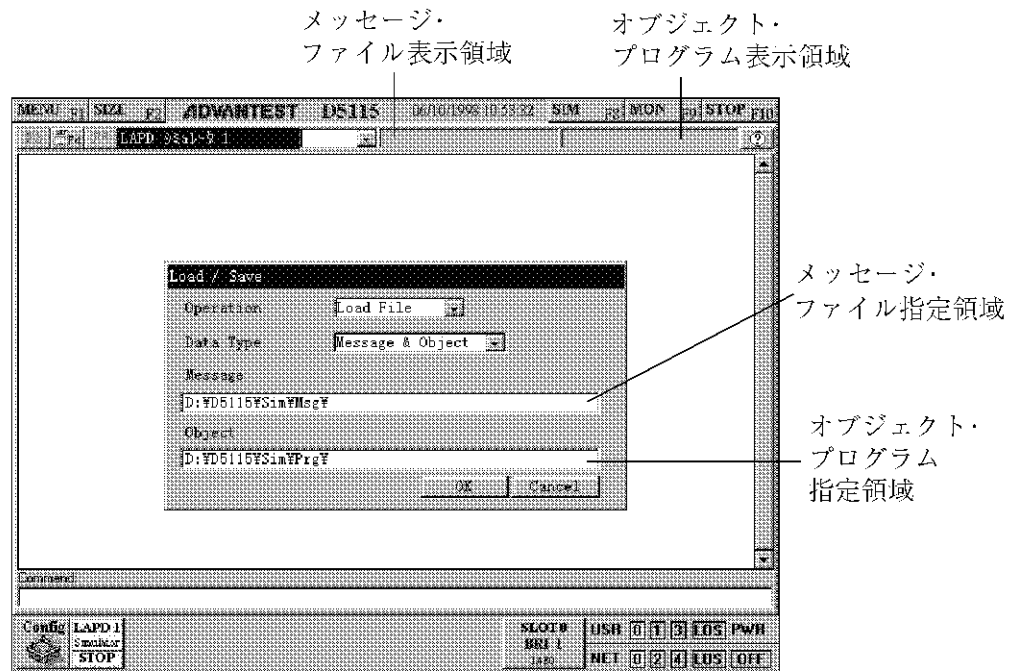

図 3-3 Load/Save メニュー
2. **F4** を押すと、Load/Save メニューが表示されます (図 3-3)。カーソル移動 (↑、↓、→、←) を押してカーソルをオブジェクト・プログラム指定領域に移動して **Enter** を押します。「D5115 取扱説明書 3.7.8 (3) ファイル名入力領域」を参照にして、実行するオブジェクト・プログラム名を指定します。